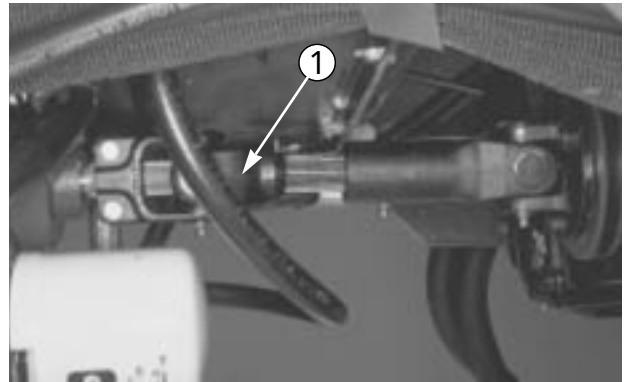

図 33
1. 駆動シャフト（図33）をエンジンの駆動カップラから外す（キャップスクリューははずして外す）。
5. 牽引が終わったら、図33のように駆動シャフトを元通りに取り付ける。スプラインにより、正しい方向以外では接続できないようになっている。